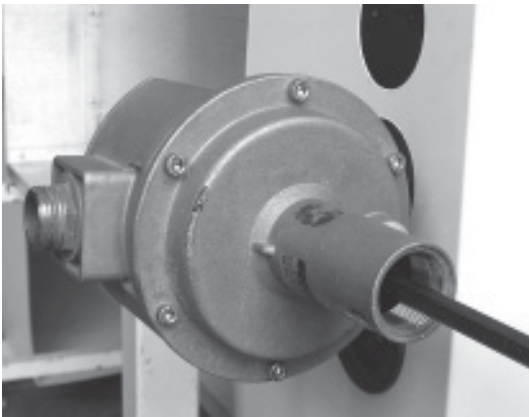

Abb. 17
- Schließen Sie das Rohr des "genauen" Manometers an den **AUSGANGS**-Messport (Abbildung 17) des Gasregelventils an, nachdem Sie die Schraube um eine Umdrehung gelöst haben.